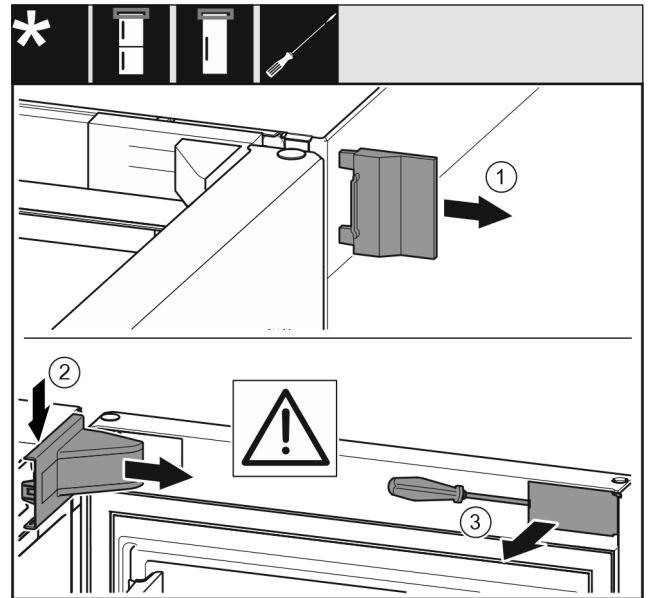

Fig. 8
- Retirer le cache extérieur Fig. 8 (1).
- Dégager et retirer le cache du support de palier Fig. 8 (2).
- Dégager le cache Fig. 8 (3) au moyen d'un tournevis plat et le faire pivoter sur le côté.